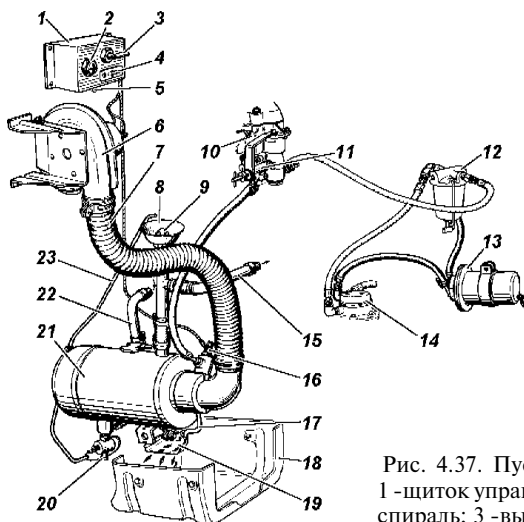

Рис. 4.37. Пусковой подогреватель:
Основной частью пускового подогревателя является котел 21 (рис. 4.37) неразборной конструкции, полости которого постоянно соединены с жидкостной рубашкой системы охлаждения двигателя с помощью подводящего 22 и отводящего 15 трубопроводов.
2. Снять пробку заливной горловины радиатора охлаждения и вывернуть пробку 9 (см. рис. 4.37) из заливной воронки 8 пускового подогревателя.